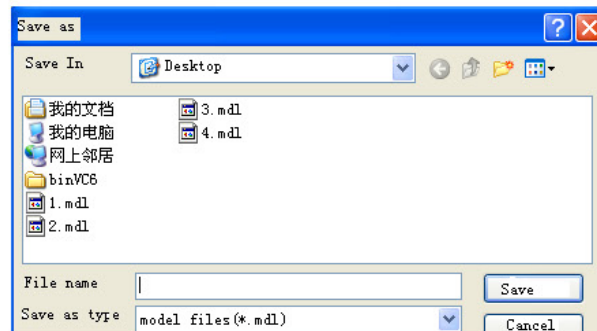

Fig. 4-4
- C. Após essa etapa, clique no botão "Salvar modelo" para exibir a caixa de diálogo Salvar na Fig. 4-4: